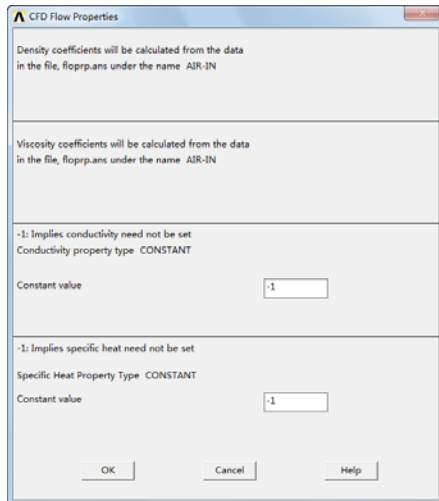

图 5-95 “CFD Flow Properties”对话框
② 在“Density”和“Viscosity”下拉列表中选择“AIR-IN”选项，单击“OK”按钮。在“Fluid Properties”对话框中单击“OK”按钮，会弹出“CFD Flow Properties”对话框，如图 5-95 所示。单击“OK”按钮接受默认设置，关闭“CFD Flow Properties”对话框。